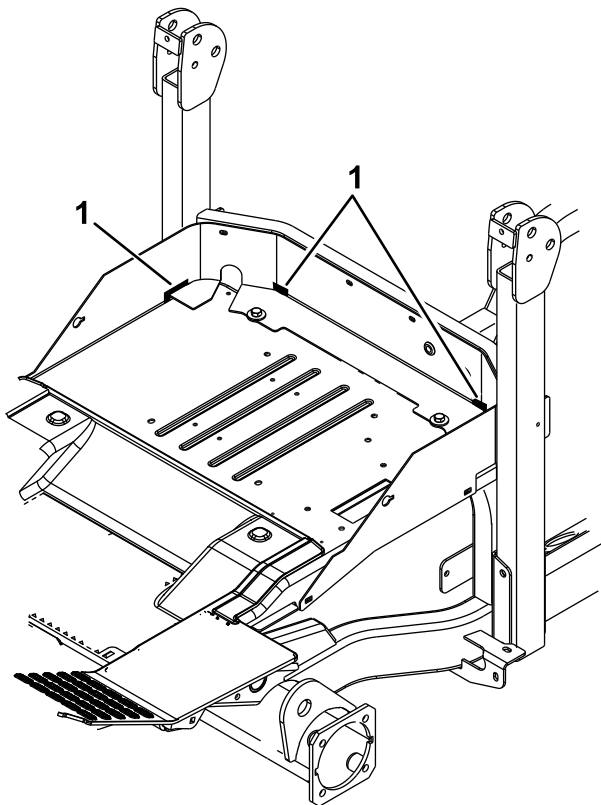

Рисунок 7
1. Заполните имеющиеся отверстия противопожарной перегородки на обеих сторонах в местах, показанных на Рисунок 7, черным герметиком, вулканизирующимся при комнатной температуре (RTV).